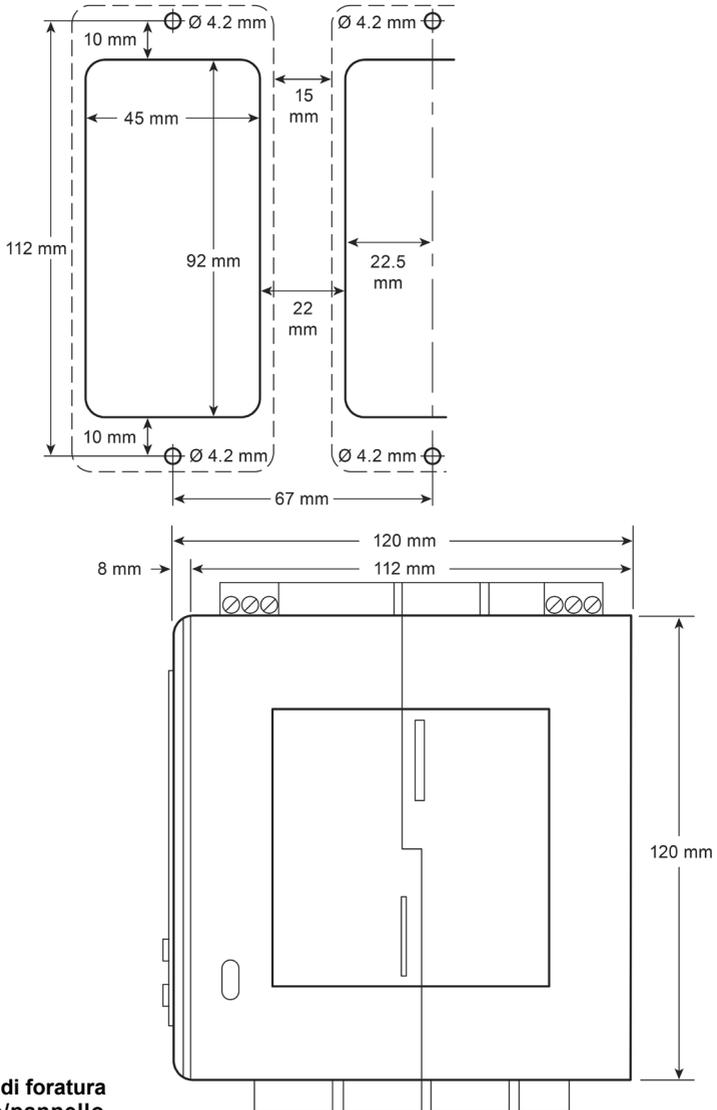

Fig. 15 - Dima di foratura telaio/pannello
- Fare due fori sul telaio come indicato in Fig. 15
- Tagliare il pannello nelle dimensioni fornite in Fig. 15 e fare i fori per le viti nella posizione indicata.